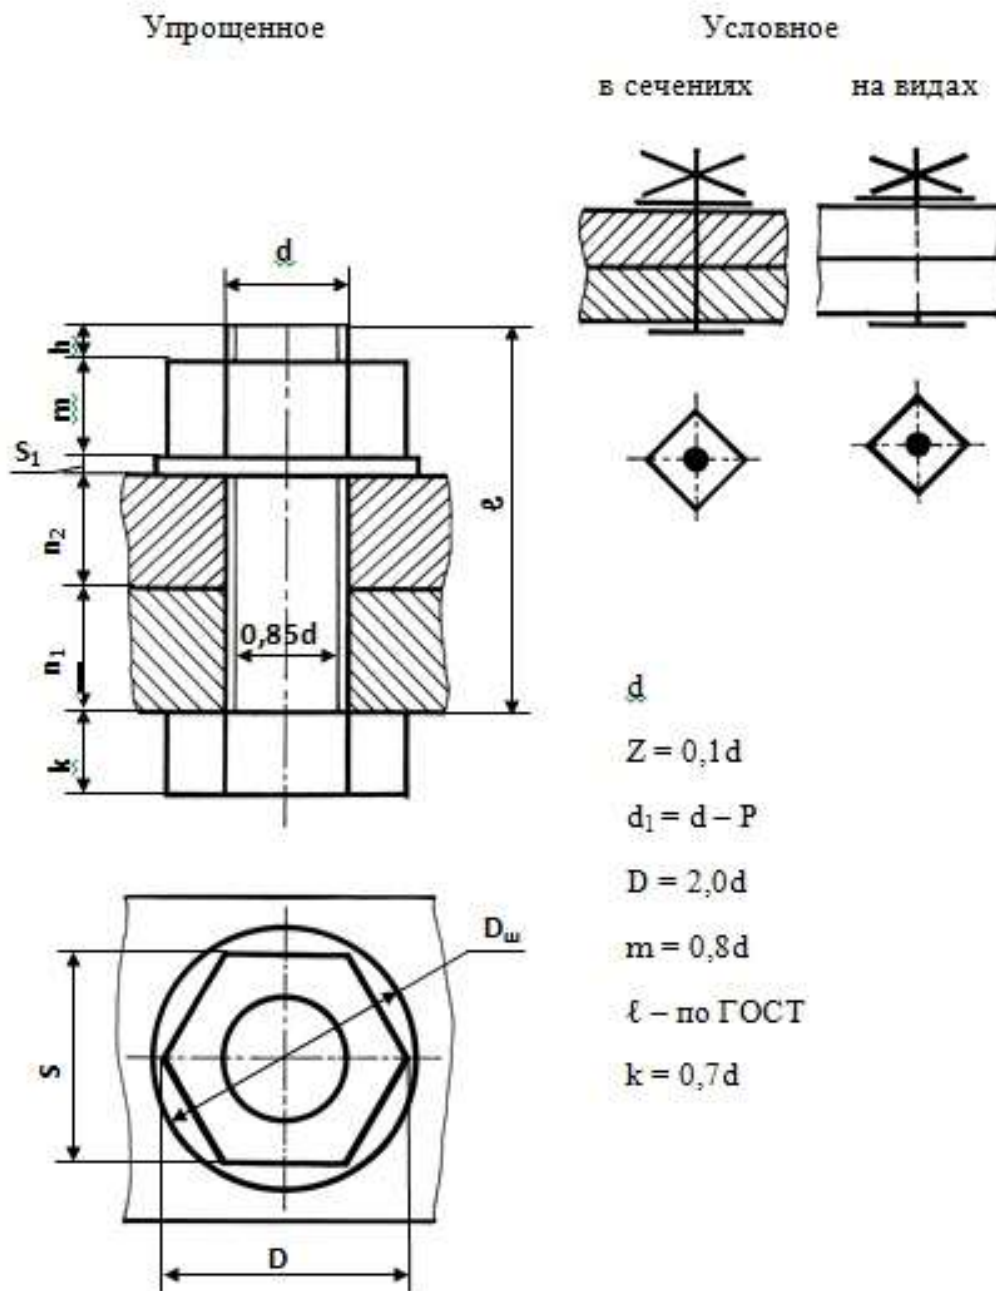

Рис. 16. Упрощенное и условное изображения соединения болтовом
3. Выполнить упрощенное изображение болтового соединения (формулы для расчета на рис. 16).